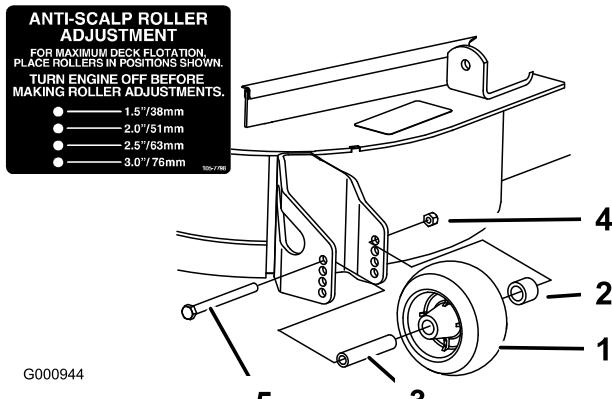

Figura 13
1. Dopo avere regolato l'altezza di taglio, regolate i rulli togliendo il dado flangiato, la boccola, il distanziale ed il bullone (Figura 13).
3. Montate il dado flangiato, la boccola, il distanziale ed il bullone. Serrate a 54-61 Nm. (Figura 13)